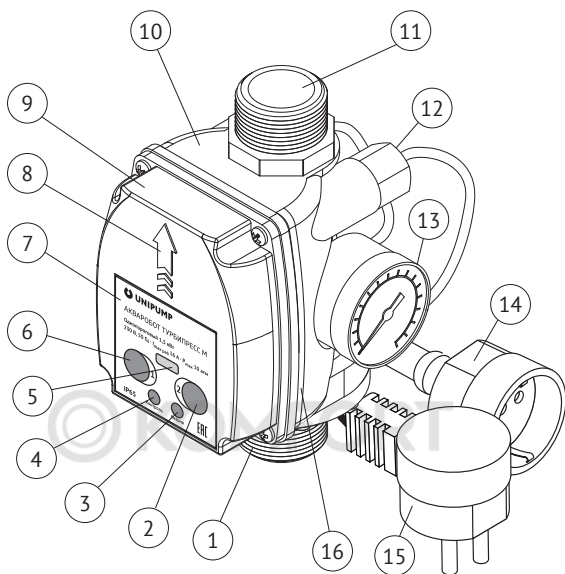
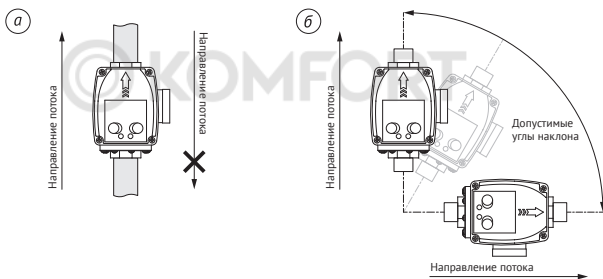

Рисунок 1 – Общее устройство Блока
Рисунок 2 – Способы установки Блока: а) относительно направления потока; б) относительно горизонтали
Направление стрелки на защитной крышке Блока (см. рисунок 1, поз. 8) должно соответствовать направлению потока жидкости в трубопроводе (см. рисунок 2а). Блок допускается устанавливать горизонтально, вертикально или под углом (см. рисунок 2б).
- открутите винты и снимите защитную крышку Блока (см. рисунок 1, поз. 9) вместе с уплотнительной резиновой прокладкой (см. рисунок 1, поз. 16);
- после завершения электрического подключения, установите резиновую прокладку и защитную крышку на прежние места. Зафиксируйте крышку винтами. Затяните зажимные гайки на кабельных вводах (см. рисунок 1, поз. 12).